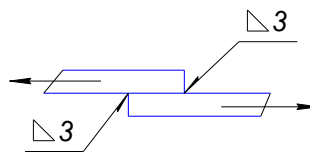

Рис. 6
6. Проверить прочность сварного соединения листов (рис. 6). Дано: $Q=10^4 \text{ Н}$ – нагрузка, $L = 200 \text{ мм}$ – длина сварных швов, $[\sigma] = 100 \text{ МПа}$ – допускаемое напряжение для материала шва.